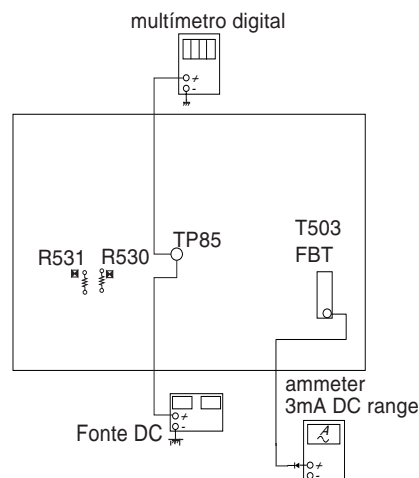

Figura 1
4. Conecte um voltímetro digital e uma fonte DC ao TP85 e ao terra. (veja a figura 1.)